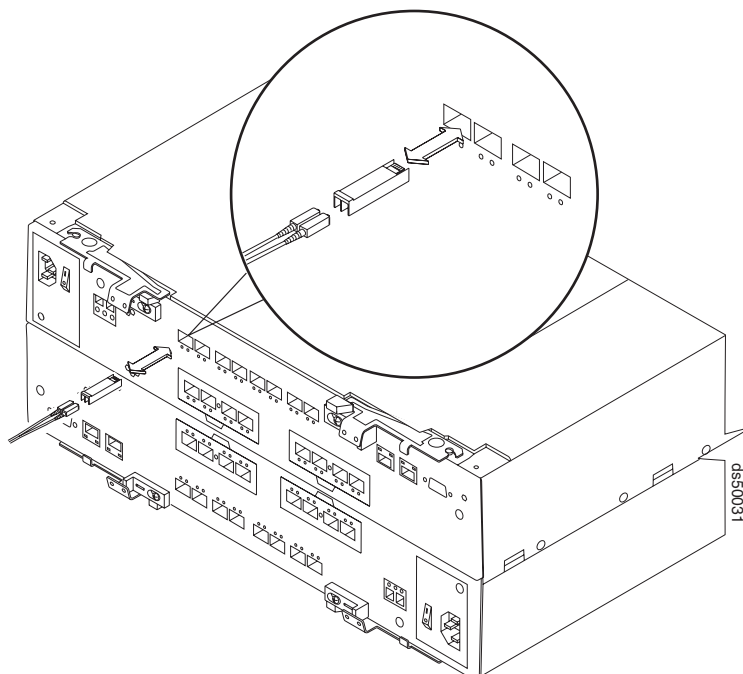

Figura 81. Instalando um Módulo SFP e um Cabo LC-LC em um DS5100 ou DS5300
1. Instale um módulo SFP na mini porta hub da unidade na parte traseira do Storage Subsystem, conforme mostrado na Figura 81 na página 132.